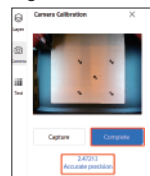

Figura 1
- 5.2.3. Utilice el controlador de la pantalla táctil para mover el láser a la posición a grabar, como se muestra en la Figura 1 a continuación;